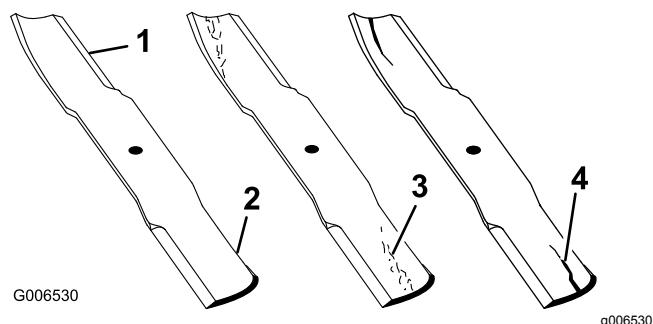

Figure 93
1. Examinez le tranchant des lames (Figure 93).
4. Remplacez immédiatement toute lame fendue, usée ou qui présente une entaille (Figure 93).